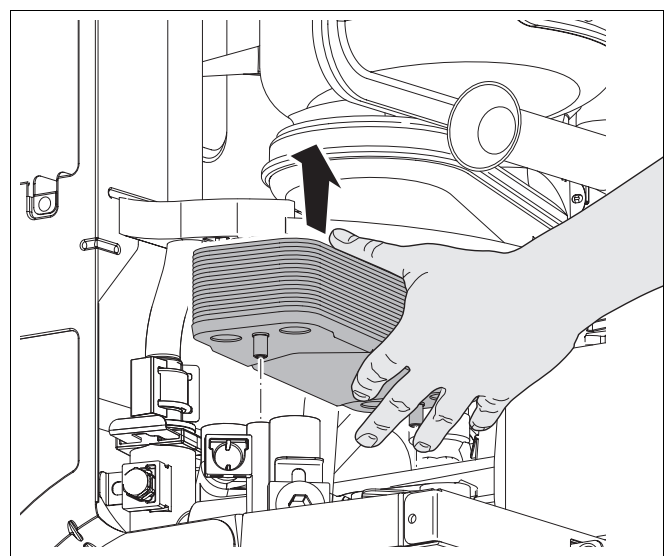

Fig. 50 Se înlocuiește schimbătorul de căldură în plăci
- Se înlocuiește schimbătorul de căldură în plăci (Fig. 50).